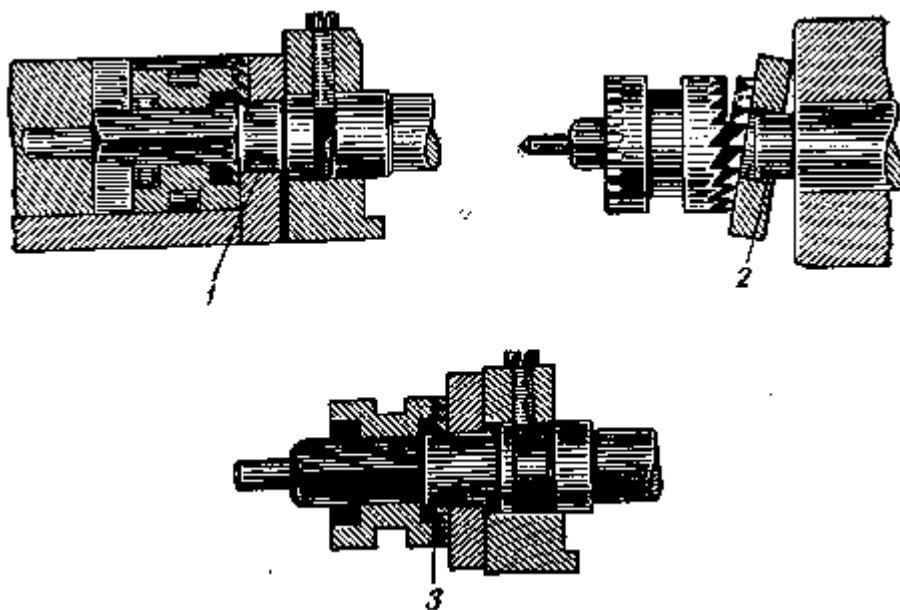

Рис. 150. Недостатки узла механизма заводки:
- 6) слишком тонка или коротка шейка заводной головки или отверстие в корпусе велико, или бьет головка (рис. 150).